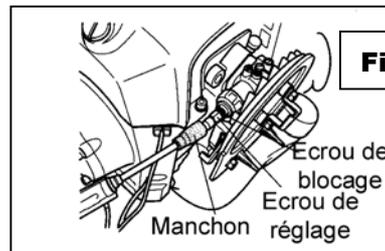

Figure 14
- 1) Dégager le manchon de protection (figure 14)
- 2) Desserrer l'écrou de blocage de tension (figure 14)